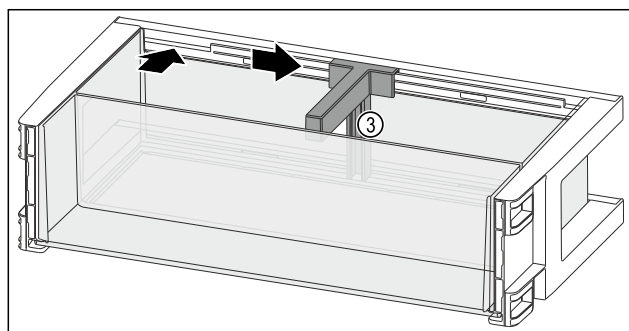

Fig. 146
- Insérer le range-bouteilles Fig. 146 (3) dans l'évidement.
- Pousser le range-bouteilles Fig. 146 (3) sur le côté en position souhaitée.